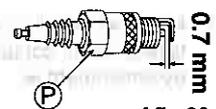

Afb. 31.
- 1 Verwijder de bougiekabel (Q). (Zie afb. 31.)